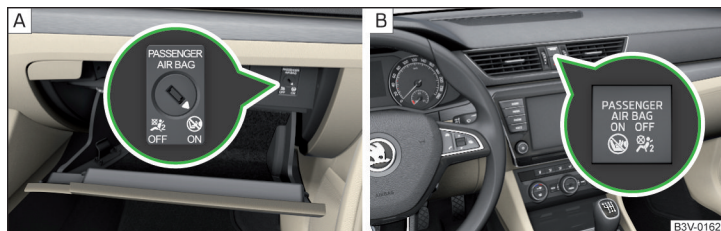

Fig. 13 Comutator cu cheie pentru airbag frontal al pasagerului față/lampă de control pentru airbag frontal al pasagerului față
Airbagul frontal al pasagerului față se poate dezactiva de la comutatorul cu cheie » fig. 13 la pagina 20 - A.
Pozițiile comutatorului cu cheie » fig. 13 - A
- » Cu ajutorul cheii, rotiți cu grijă fanta comutatorului cu cheie » fig. 13 - A în poziția **OFF**.
- » Verificați dacă, după cuplarea contactului, este aprinsă lampa de control **OFF** »; sub inscripția **PASSENGER AIR BAG** » fig. 13 - B.
- » Cu ajutorul cheii, rotiți cu grijă fanta comutatorului cu cheie » fig. 13 - A în poziția **ON**.
- » Verificați dacă, după cuplarea contactului, este aprinsă lampa de control **ON** » sub inscripția **PASSENGER AIR BAG** » fig. 13 - B.